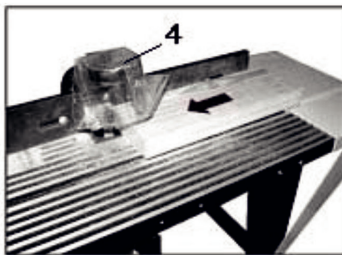

Рис. 6
Обработка вдоль волокна (Рис. 6)
Опустите кожух (4), Рис.6, включите фрезер и подавайте заготовку. Подавайте заготовку плавно и равномерно.